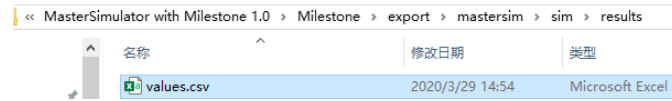

图 3.13: MasterSim 仿真结果路径
- 生成的结果数据文件存放在 results 路径下，如 图 3.13。